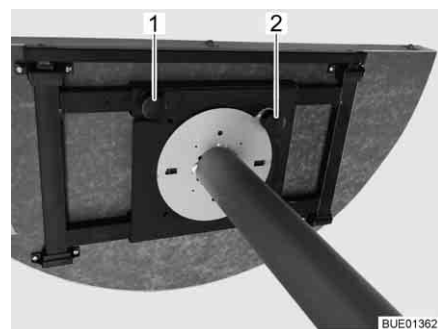

Fig. 98 Mesa fija (vista de abajo)
- Aflojar el tornillo moleteado (Fig. 98,1).
- Levantar el botón de ajuste (Fig. 98,2).